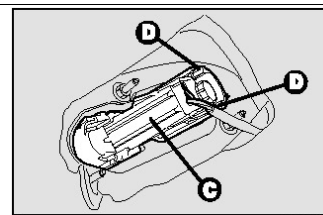

рис.38
- вынуть блок - патронов **C – рис.38** нажатием на фиксаторы **D**.
□ Установить на место блок патронов и правильно закрепить его при помощи фиксатора **D** – **рис.38**;